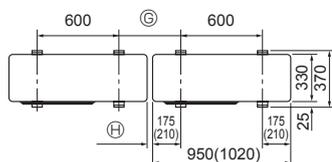

Fig. 3-1
• Se til at du installerer enheten på en solid, jevn overflate for å forhindre klappelyder under drift. (Fig. 3-1)